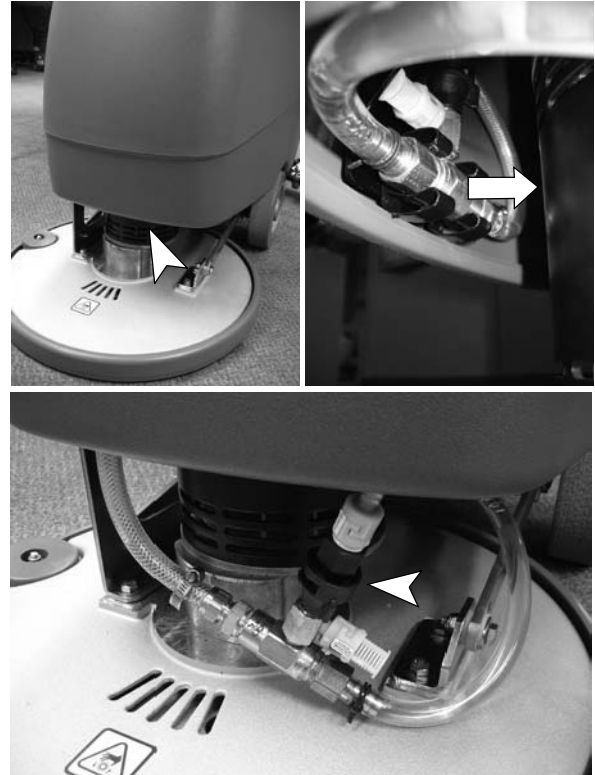

FIG. 48
1. Pour accéder à la plaque d'orifice et au filtre, abaissez la tête de brossage et retirez le dispositif d'injection des étriers situés derrière le bord avant de la machine (Figure 48).